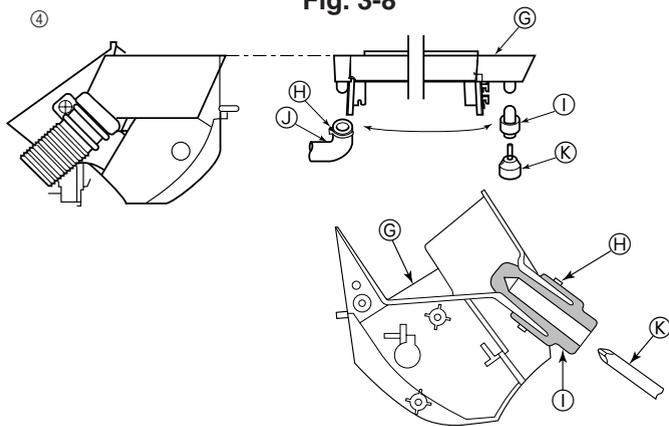

Fig. 3-9
④ De afvoerslang kan op twee plaatsen worden aangebracht. Gebruik de plaats die voor u het gemakkelijkst is en verwissel indien nodig de plaats van het afvoerbakje, de rubberen plug en de afvoerslang. (Fig. 3-9)